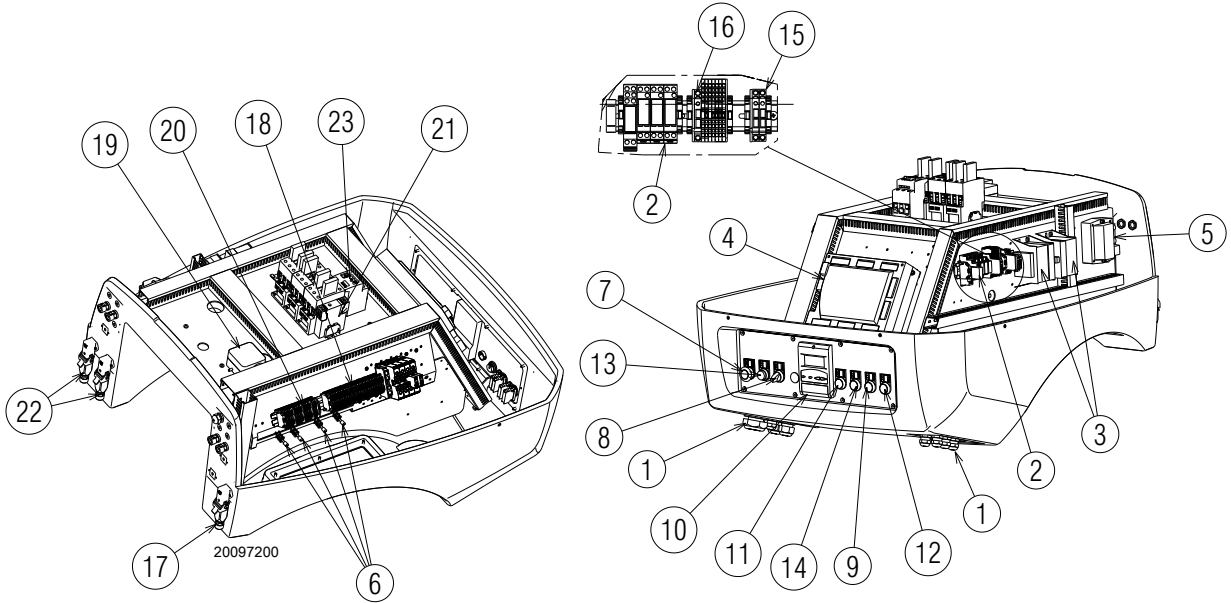

图 6
- ▶ **控制器锁定：**如果红色led灯 13)(图6)亮起，表示燃烧器锁定，如需要复位，按下按钮 13)(图 6)。